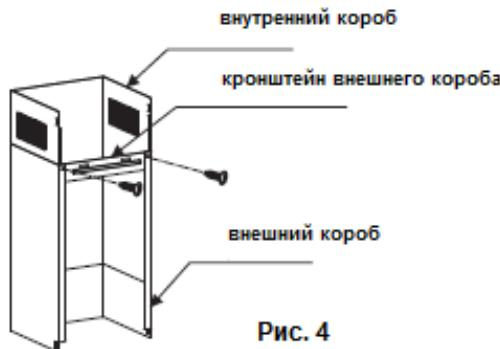

Рис. 4
6. Установите кронштейн внешнего короба на свое место при помощи двух винтов ST4\*8 мм. Внутренний короб должен свободно двигаться по вертикали. См. рис. 4.